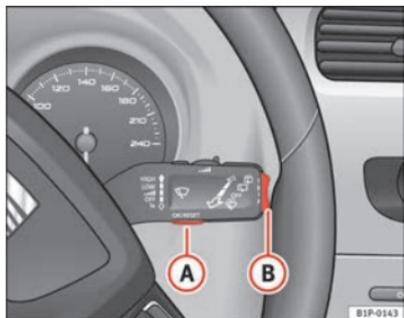
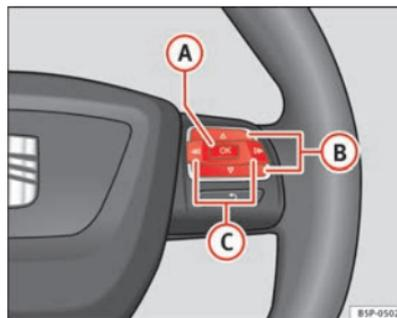

Fig. 43 Leva del tergicristallo: tasto A per la conferma del menu, tasto B per il passaggio ad un altro menu
Fig. 44 Comandi nel volante: tasto A per la conferma del menu, tasto B per il passaggio ad un altro menu
- Per accedere al menu “Configurazione”, premere il tasto **C** ⇒ pag. 70, fig. 44 finché non appare sul display. In questo momento si è già nel menu.
- Per passare da una memoria all'altra, premere brevemente il tasto **(A)** ⇒ pag. 70, fig. 43 ⇒ pag. 70 ubicato sulla leva del tergicristallo oppure il tasto **(OK)** del volante multifunzione ⇒ pag. 70, fig. 44 ⇒ pag. 70 con il quadro acceso. ▶
Con l'Indicatore multifunzione si possono visualizzare numerosi dati agendo sul tasto **(B)** ⇒ pag. 70, fig. 43 ⇒ pag. 70 sulla leva del tergicristallo o il tasto **(Δ)** o **(▽)** ⇒ pag. 70, fig. 44 del volante multifunzione*.